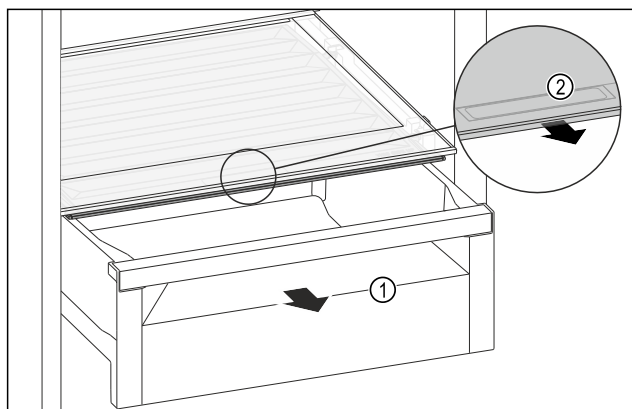

Fig. 63
- ▶ Húzza ki a fiókot Fig. 63 (1).
- ▶ Fogja meg a sülyesztett fogantyút Fig. 63 (2) a rekesz-fedélen, és ezzel egy időben húzza előre a rekeszfedelet.